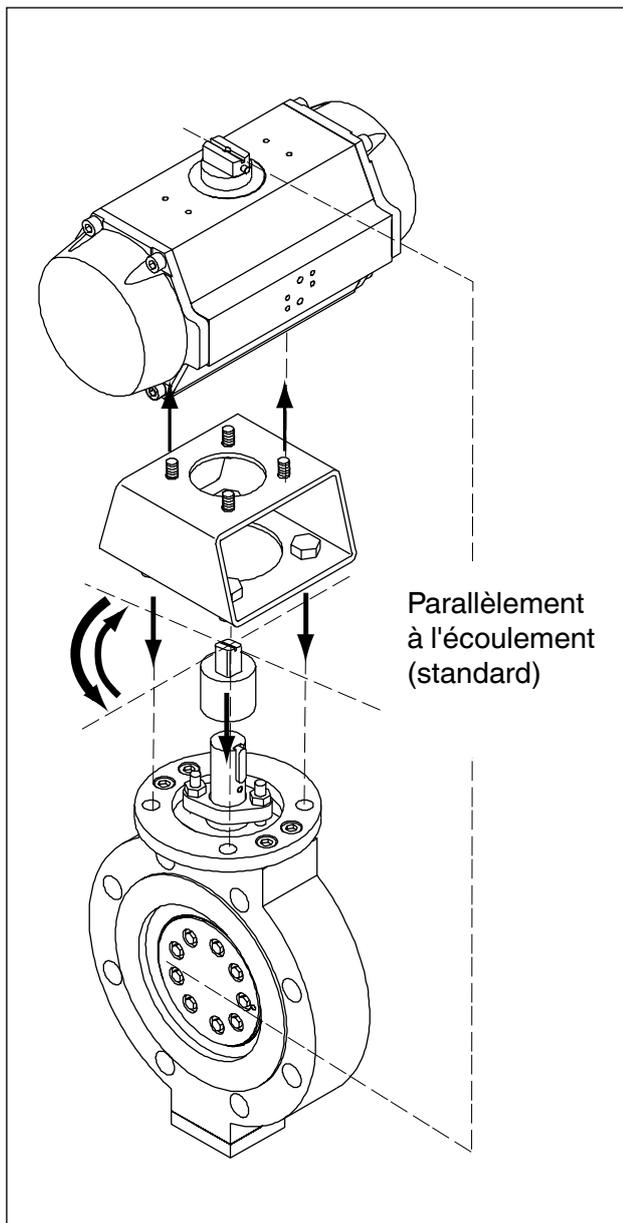

Fig. 6 Montage du servomoteur sur la vanne
- Déconnecter toutes les connexions vers la commande, desserrer les boulons de fixation à la bride et démonter le servomoteur de la vanne, voir fig. 6 au paragraphe précédent 9.1;
- Avant de remonter le servomoteur sur la vanne, contrôler si l'indication de position est alors correcte, voir fig. 6 et paragraphe 9.1 "Montage d'un servomoteur sur la vanne"